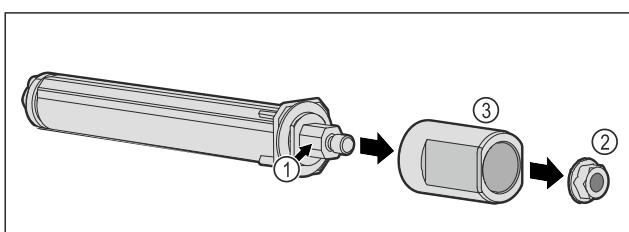

Fig. 58
- Не разглобявайте затварящата система на вратата Fig. 58 (1).
- Отстранете гайката Fig. 58 (2).
- Свалете втулката Fig. 58 (3).